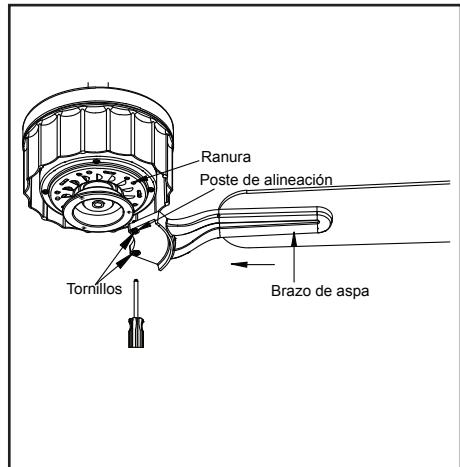

Figura 14
3. Ajusta el brazo del aspa al motor insertando los postes de alineación dentro de la ranura de la parte inferior del motor y aprieta los tornillos del motor. Ten en cuenta que los tornillos del motor están en los soportes del aspa (Figura 14).
2. La mayoría de los problemas de oscilación del ventilador se deben a que las aspas no están al mismo nivel. Verifica este nivel seleccionando un punto en el techo sobre la punta de una de las aspas. Mide desde un punto en el centro de cada aspa al punto en techo. Mide esta distancia como muestra la Figura 14. Gira el ventilador hasta que la siguiente aspa quede en posición para medir. Repite el procedimiento para cada aspa. Las desviaciones de la medición no deben pasar de $1/8"$ (3.2 mm). Enciende el ventilador por 10 minutos.